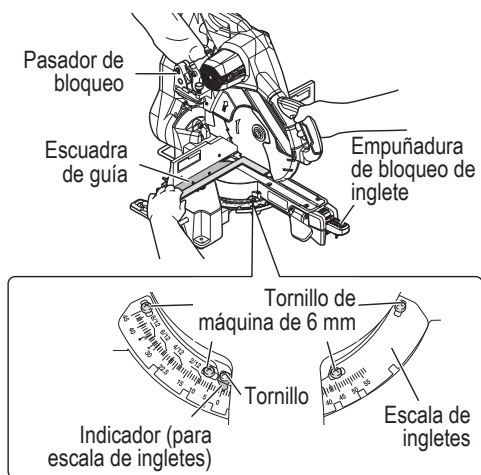

Fig. 18
- Baje el cabezal e introduzca el pasador de bloqueo. Desbloquee la empuñadura de bloqueo e incline la mesa giratoria hasta que la parada en positivo la detenga en la posición de inglete 0°. No bloquee la empuñadura de bloqueo de inglete. Coloque una escuadra contra la hoja y la guía de la sierra, tal y como se muestra en la Fig. 18 (no toque las puntas de los dientes de la hoja con la escuadra, ya que la medición será imprecisa). Si la hoja de la sierra no queda exactamente perpendicular a la guía, afloje los tornillos de la máquina de 6 mm (4 uds.) que sujetan la escala de ingletes y mueva la empuñadura de bloqueo de inglete y la escala hacia la derecha o la izquierda hasta que la hoja quede perpendicular a la guía, según haya medido con la escuadra. Vuelva a apretar los pernos de la máquina de 6 mm (4 uds.) (Fig. 18). Ignore la lectura del indicador (para escala de ingletes) en este momento.
Desbloquee la empuñadura de bloqueo de inglete para mover la mesa giratoria a la posición de 0°. Tras desbloquear la empuñadura de bloqueo de inglete, deje que la parada en positivo encaje en su sitio mientras gira la mesa giratoria a 0°. Observe el indicador (para escala de ingletes) y la escala de ingletes que se muestran en la Fig. 18. Si el indicador (para escala de ingletes) no muestra exactamente 0°, afloje el tornillo de 4 mm que lo sujeta. Vuelva a colocar el indicador (para escala de ingletes) en su sitio y apriete el tornillo de 4 mm.